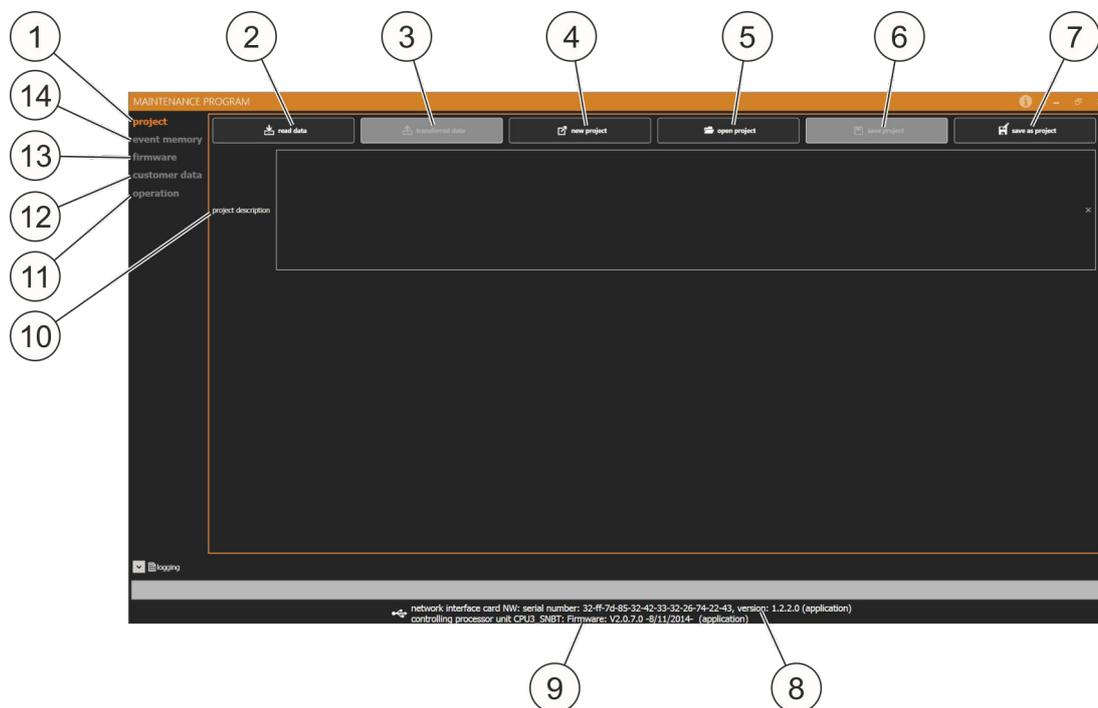

Fig. 40: Página de inicio de Maintenance program
- Project (Fig. 40/1) ↪ *Capítulo 9.3 “Función “Project”” en la página 60*
- Read data (Fig. 40/2) (sombreado en gris si no hay ningún sistema conectado)
- Transferred data (Fig. 40/3) (sombreado en gris si aún no se ha leído ningún dato)
- New project (Fig. 40/4)
- Open project (Fig. 40/5)
- Save project (Fig. 40/6) (sombreado en gris si no se ha abierto antes ningún proyecto)
- Save as project (Fig. 40/7)
- Event memory (Fig. 40/14) ↪ *Capítulo 9.4 “Función “Event memory”” en la página 61*
- Firmware (Fig. 40/13) ↪ *Capítulo 9.5 “Función “Firmware”” en la página 61*
- Customer data (Fig. 40/12) ↪ *Capítulo 9.6 “Función “Customer data”” en la página 61*
- Operation (Fig. 40/11) ↪ *Capítulo 9.7 “Función “Operation”” en la página 63*
- Número de serie de la tarjeta de red, número de versión de la tarjeta de red (Fig. 40/8)
- Versión del firmware (Fig. 40/9)
- En “Project description” (Fig. 40/10) se puede describir el proyecto. Esta descripción se guarda con el proyecto al seleccionar “Save as project” o “Save project” con los datos en el **PC**. La descripción no se transferirá al sistema (DET-AC III Slave) ni se guardará en el sistema. Al seleccionar los datos procedentes del sistema, no estará disponible la descripción del proyecto.